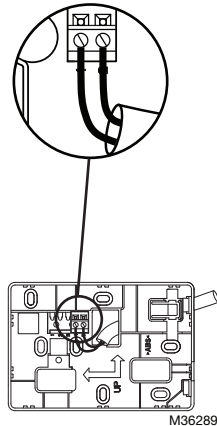

Рис. 5. Подключение проводов к клеммной колодке.
Подключите клеммную колодку, как показано на рис. 5.
3. Проверьте правильность клеммного соединения в соответствии с рис. 5.